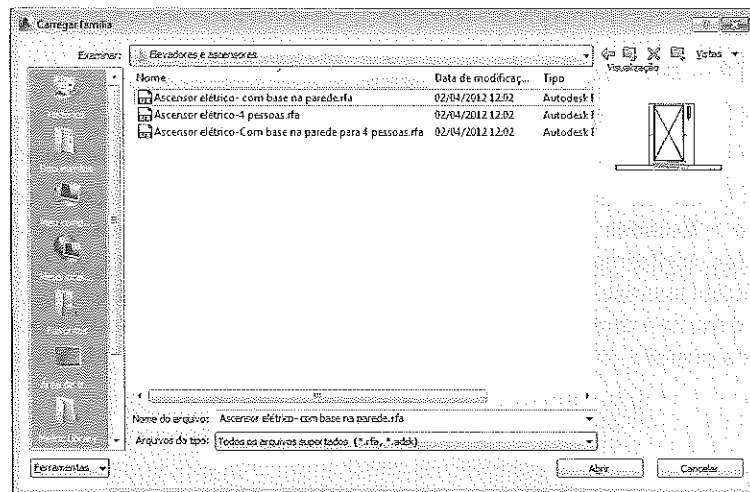

Figura A.77 – Família de elevadores Ascensor elétrico - com base na parede.
- Depois de criar as escadas, vamos inserir elevadores no **Térreo** e no **Pav Tipo**. Na aba **Inserir** selecione **Carregar família** e carregue a família **Ascensor elétrico - com base na parede**, em **Equipamento especial > Elevadores e ascensores**, Figura A.77.